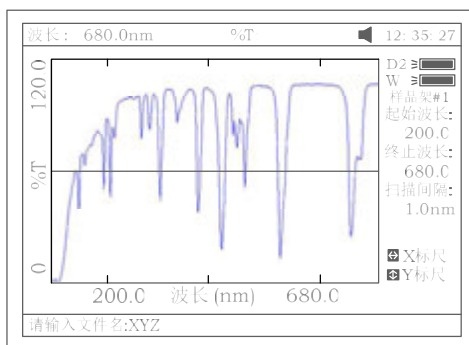

图 15
- ◇ 用数字键输入字母或数字如: XYZ (图 15), 按 **【ENTER】** 确认存入.。注意, 文件名最长三个字符。